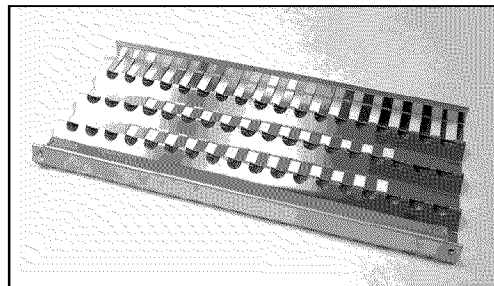

FIG. 34
1. Déballez les tiges en céramique et retirez le radiant (Fig. 34) de l'appareil.